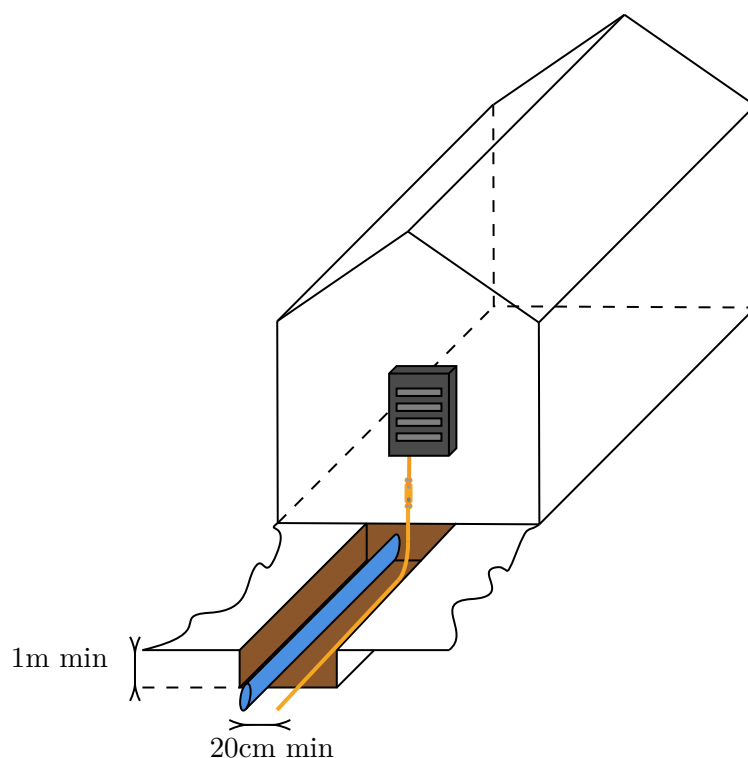

FIG. 1.10: Câble en tranchée
**Câble en tranchée** Si la mise en œuvre de la boucle à fond de fouille n'est pas possible (bâtiment existant par exemple), on peut réaliser la mise à la terre de l'installation électrique par l'installation d'un câble en tranchée en respectant les règles de pose explicité dans le schéma figure 1.10 page 23. Le conducteur utilisé doit aussi présenter une section minimale selon le matériau choisi :